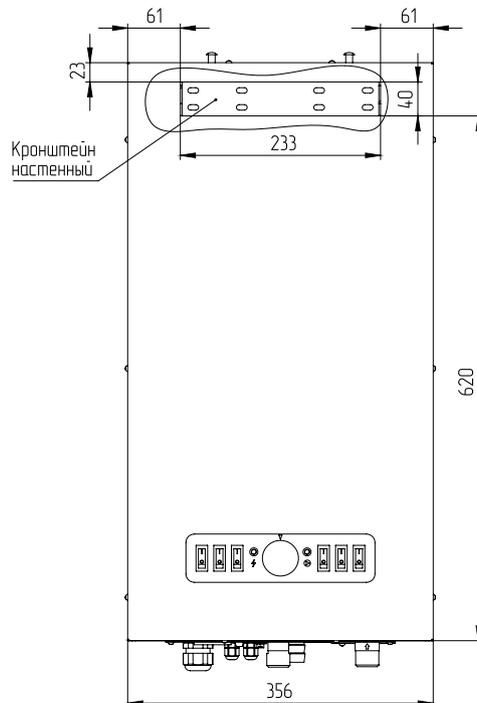

Рис.4 Позиционирование котла относительно кронштейна
6.4.1. В котле установлен возвратный датчик перегрева на 95°C (поз.7, Рис.5). При его срабатывании котел отключает нагрев (отключается контактор (поз.13, Рис.1B), но циркуляционный насос продолжает работать, отводя горячий теплоноситель в систему отопления. Датчик подключается к колодке подключения датчиков (поз.7, Рис.4) и может быть заменен в случае выхода из строя.
- Термостат подключен или к «ТЭНБ 1» (поз.2, Рис.4) или к «ТЭНБ 2» (поз.3, Рис.4). В данном случае с помощью термостата мы подключаем только 50% мощности, что дает нам возможность при установке котла резервировать мощность на будущее или просто использовать половину ресурса котла, и каждый год переподключать термостат, обеспечивая равномерный износ котла;
- Подключено 2 термостата или управляющих реле к «ТЭНБ 1» (поз.2, Рис.4) и к «ТЭНБ 2» (поз.3, Рис.4).